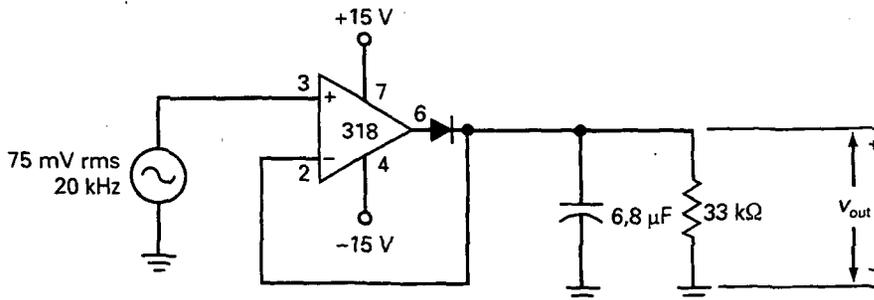

Figura 22-50
- 22-31. ¿Cuál es la tensión de salida en la Figura 22-50?
- 22-32. ¿Cuál es la frecuencia mínima que se recomienda en la Figura 22-50?
- 22-33. Suponga que el diodo de la Figura 22-50 se invierte. ¿Cuál es la tensión de salida?
- 22-34. La tensión de entrada de la Figura 22-50 se convierte de 75 mV rms a 150 mV pico a pico. ¿Cuál es la tensión de salida?